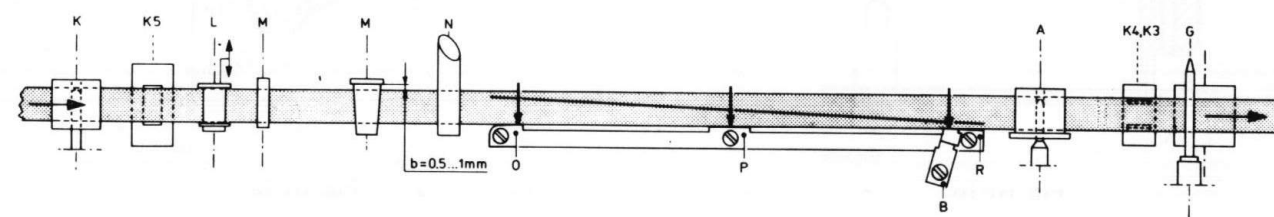

Fig. III-15
- De trommellineaal met de kammen O, P en R (zie fig. III-15) is in de fabriek nauwkeurig ingesteld. De lineaal kan buiten de fabriek ingesteld noch gecontroleerd worden. Als in de praktijk blijkt dat het apparaat na herhaalde bandloopinstellingen niet goed te krijgen is (compatibility), dient de ondertrommel vervangen te worden. Dit is eveneens het geval als de positie van de lineaal duidelijk afwijkt van het slijtpatroon op de ondertrommel of als de borglank van de bevestigingsschroeven van de lineaal verbroken is.